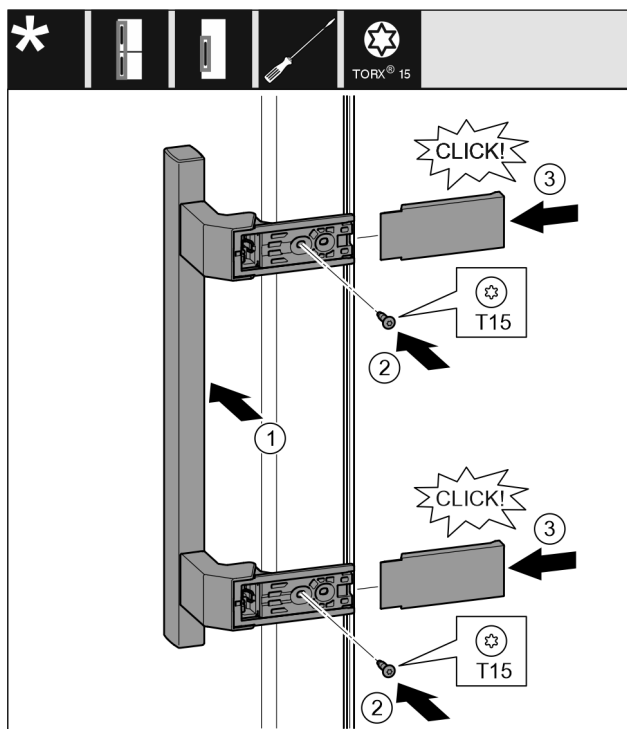

Fig. 40
- 将把手放到反面。Fig. 40 (1)
- 用 T15 螺丝刀拧紧螺钉。Fig. 40 (2)
- 将盖板放置到侧面并插入。Fig. 40 (3)